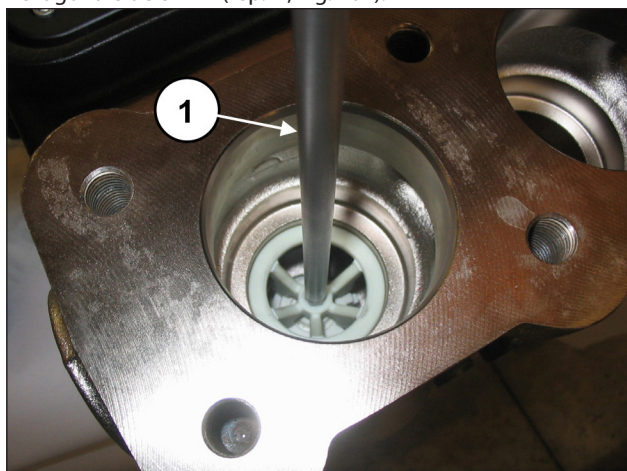

Fig. 104
Extraire l'entretoise du guide de soupape avec une clé hexagonale de 8 mm (rep. ①, Fig. 104).